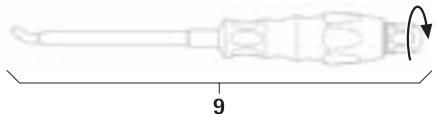

Fig. 15
- ▶ Monter l'instrument de pose de tige 9, voir Fig. 15.